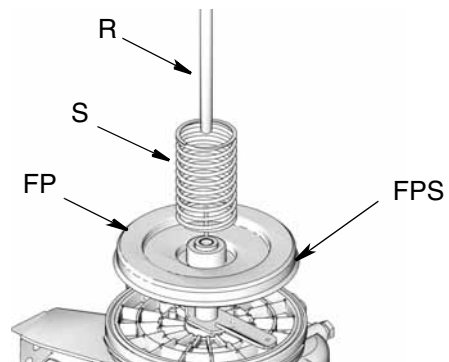

ABB. 3
1. Prüfen Sie, ob die folgenden Teile zusammen mit dem Speicherbehälter entfernt wurden (ABB. 3):
- Feder (S)
- Folgeplatte (FP)
- Stange (R)